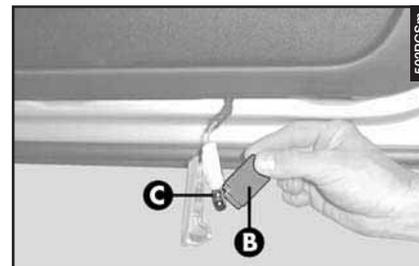

fig. 79
- Premere lateralmente sullo schermo della lampada (**B-fig. 79**) in corrispondenza dei due perni di fissaggio e ruotarlo.
– Sostituire la lampada (**C-fig. 79**) inserita a pressione.